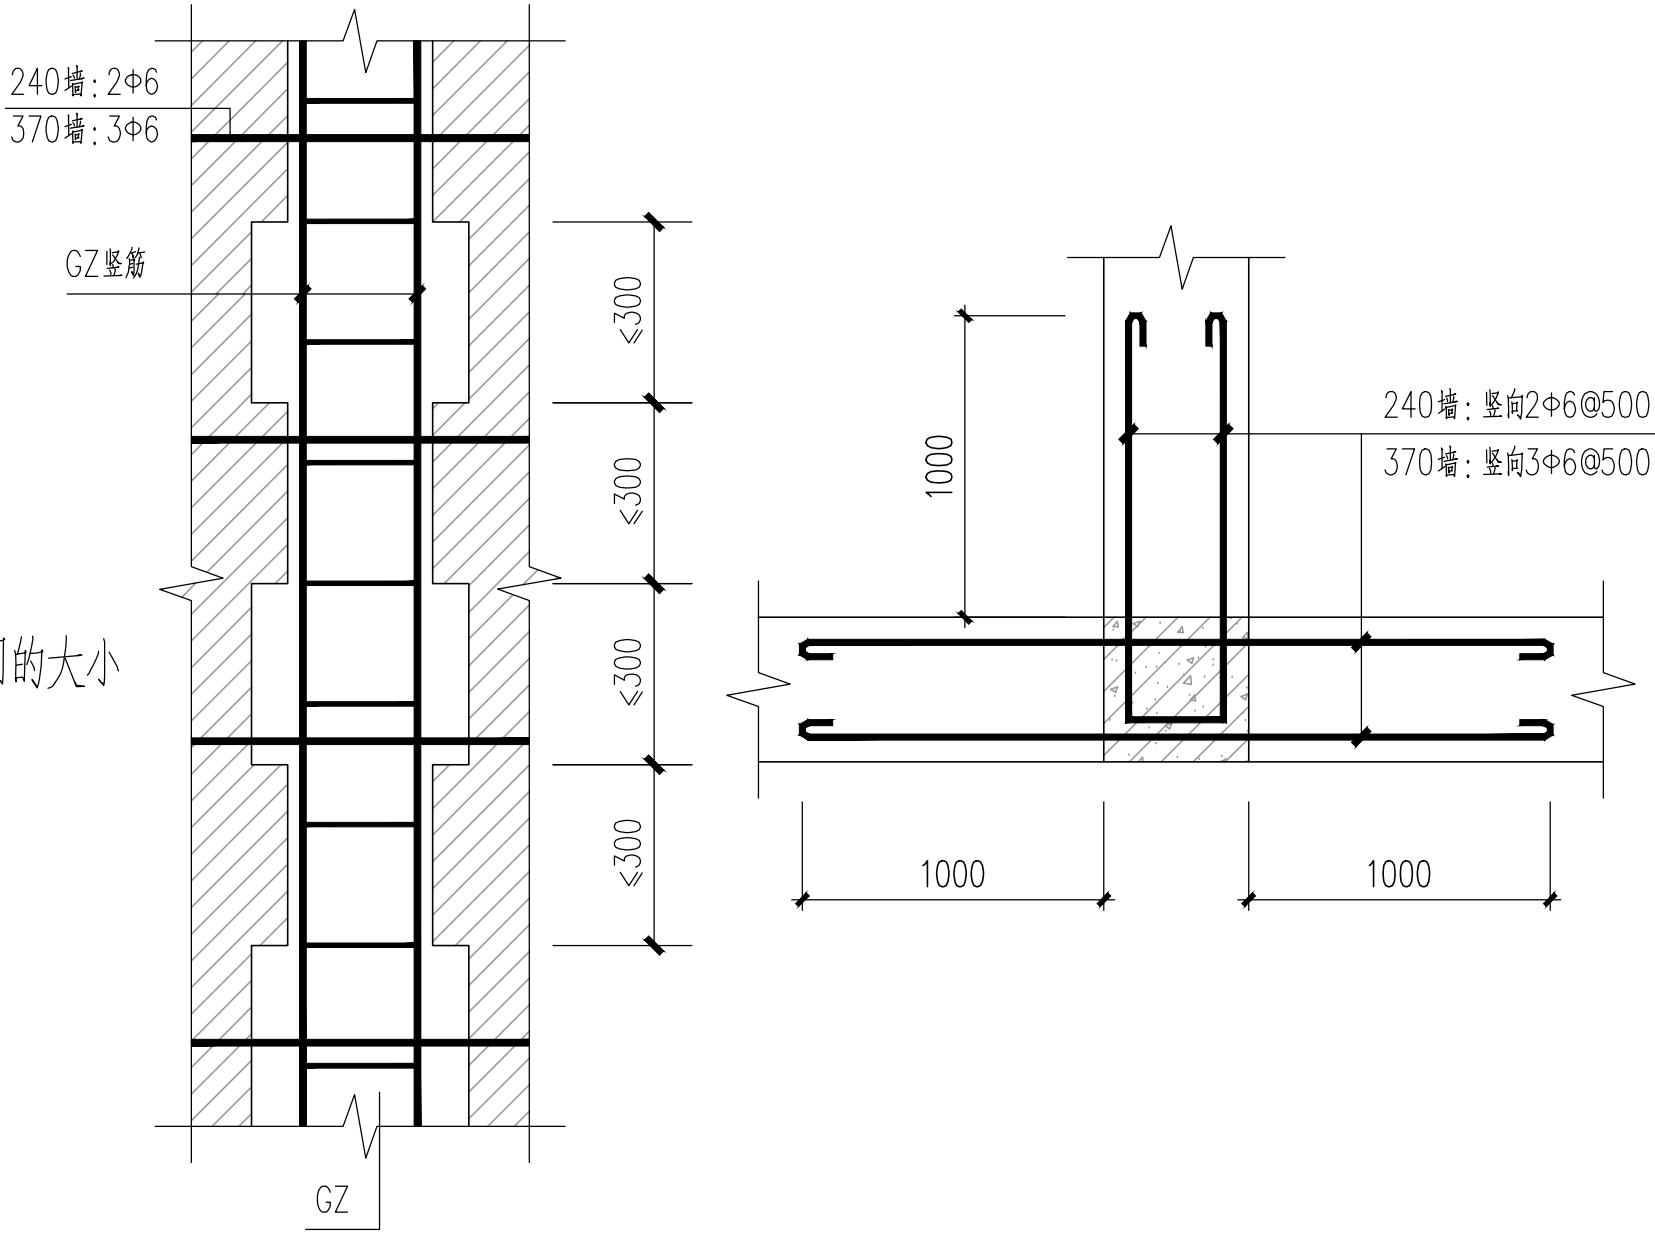

图2 墙与构造柱连接处拉结筋
8.2砖墙与混凝土柱、构造柱连接处均设拉结筋2Φ6@500，见图2。
8.3砖墙与构造柱连接处必须砌成马牙槎，见图2。